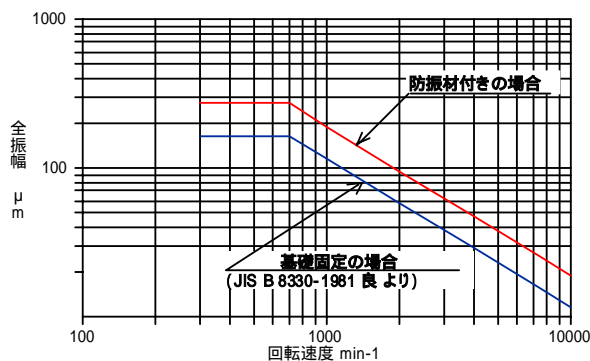

図 15 振動状態の参考判定基準 (軸受箱上において)
(4) 軸受許容温度は、一般的には室温 + 40 以下かつ80 以下です。温度が軸受許容温度を超えている場合は、運転を停止して点検してください。
(5) 軸受箱の音や振動は、運転開始数日後の状態を基準として、判断してください。
(6) ファンが正常で、据付、ダクト配管工事が正しく施工されている場合の振動の基準値を図15に示します。